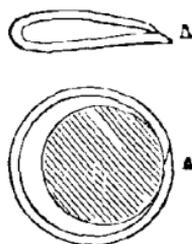

FIG. 81.
**Tubes en caoutchouc.** — Les tubes en caoutchouc peuvent se faire par deux procédés différents. Dans le premier, on se sert d'une pâte composée de 59 parties de caoutchouc, 35 d'oxyde de zinc et 4 de chaux pulvérulente; on en fait des feuilles que l'on recuit en les plaçant pendant une heure sur une table creuse chauffée à la vapeur; puis on présente à des ciseaux la double épaisseur d'une feuille de caoutchouc, pliée sur une largeur convenable pour faire un tube du diamètre voulu. L'incision (fig. 81) se fait sous un angle de 45 degrés; on applique ensuite les deux surfaces de section l'une sur l'autre en enroulant la feuille sur un mandrin qui donnera la forme cylindrique. Une pression exercée par quelques coups d'une règle plate suffira pour effectuer la soudure. Le second procédé consiste à faire passer sous l'effort d'une presse puissante le caoutchouc ramolli par la chaleur, dans une ouverture annulaire dont il conserve la forme en se refroidissant.